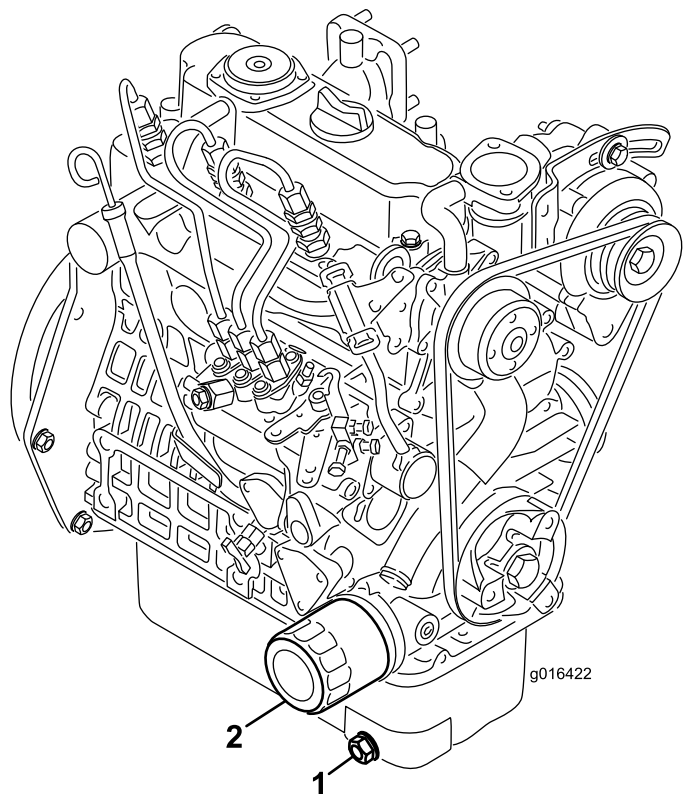

図 39
- ドレンプラグ 図 39を外してオイルを容器に受ける。オイルが抜けたらドレンプラグを取り付ける。